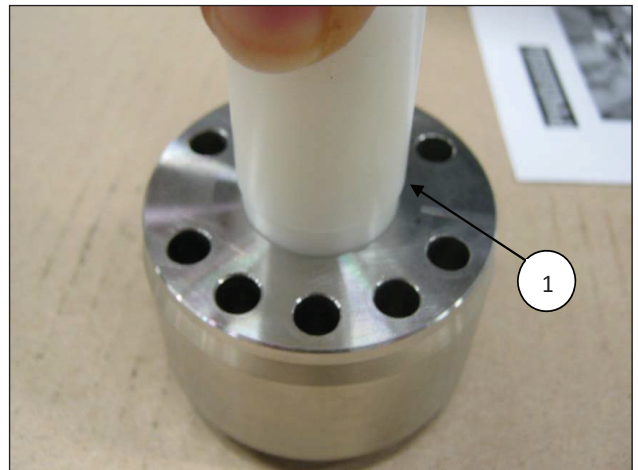

Fig. 42
- Introduire dans le support de joints H.P. la bague de tête (rep. ①, Fig. 40) et le paquet H.P. (haute pression) ; vu la légère interférence entre le joint et le support de joints H.P., pour éviter tout dommage, il est conseillé d'utiliser un tampon en matière plastique (rep. ①, Fig. 41 et Fig. 42).